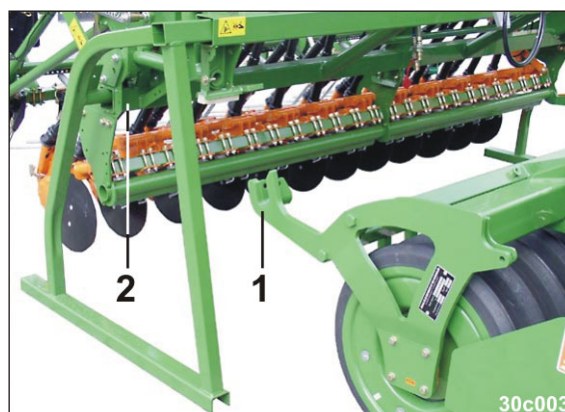

Fig. 109
3. Faire passer avec précaution les berceaux de réception (Fig. 109/1) sous le tube carré (Fig. 109/2) du semoir compact.